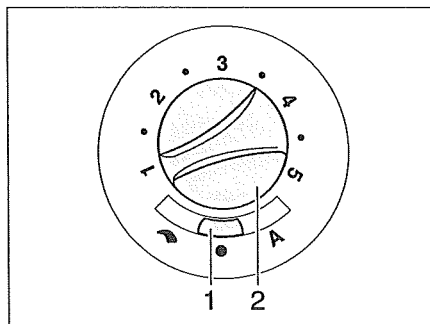

Bild 104 Reglage för cirkulationsfläkt (12 V)
- Ställ skjutreglaget (Bild 104,1) på "↶" (manuell reglering) eller "A" (automatisk drift).
- Om skjutreglaget (Bild 104,1) är inställt på "↶" (manuell reglering): Ställ in önskad effekt på cirkulationsfläkten med vredet (Bild 104,2).
- Ställ skjutreglage (Bild 104,1) på "●" (från). Under uppvärmning detta läge ingen funktion.